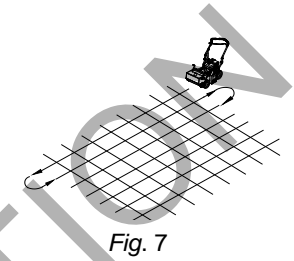

Fig. 7
- Per ottenere risultati migliori seminare in due passate con metà dose per applicazione, ad angolo retto o in senso trasversale. (Vedere Fig 7 e 8)
TAGLIO / SEMINA: Prima di cominciare, tagliare l'erba ad un'altezza inferiore al solito (ad es., all'incirca 2" per la festuca). Per risultati migliori, tagliare e seminare in senso trasversale (Vedere Fig. 7 e 8).